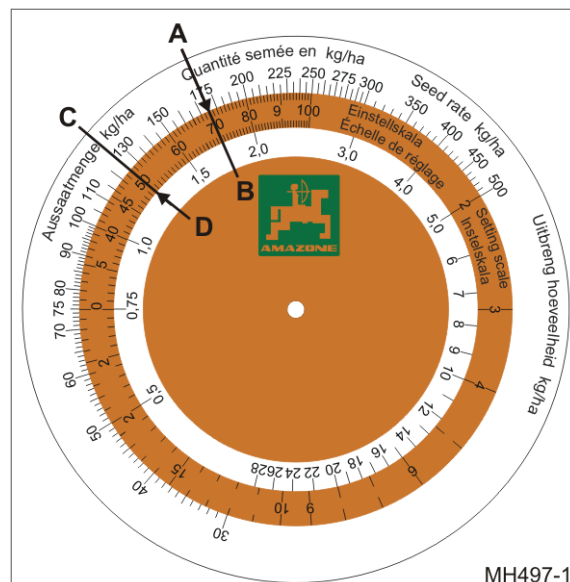

Fig. 160
- o beregnet såsædsmængde 175 kg/ha (Fig. 160/A)
- o gearindstillingsværdi 70 (Fig. 160/B).
- o ønsket såsædsmængde 125 kg/ha (Fig. 160/C)
- o gearindstillingsværdi 50 (Fig. 160/D).